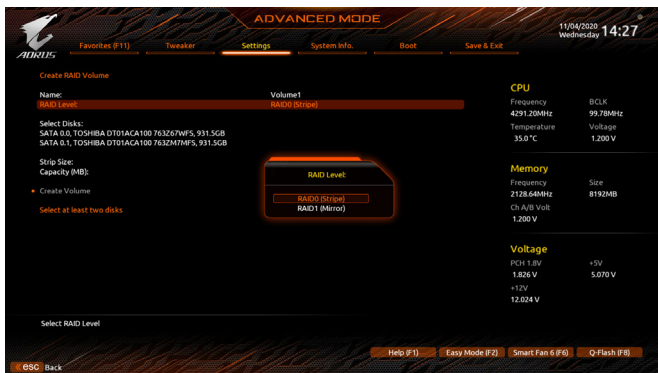

图3
在「Intel(R) Rapid Storage Technology」画面时,请在「Create RAID Volume」选项按<Enter>键,进入「Create RAID Volume」画面,首先在「Name」选项自定义磁盘阵列名称,字数最多可至16个字母但不能有特殊字符,设置好后按<Enter>键。接着使用下键移动至「RAID Level」选项选择要制作的RAID模式(图3)。RAID模式选项有:RAID 0、RAID 1、RAID 10及RAID 5(可选择的RAID模式会依据所安装的硬盘总数而定)。选择好RAID模式后,再按下键移动至「Select Disks」选项。